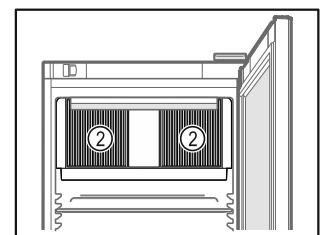

Fig. 59
- ❑ Mantenga libres las ranuras de ventilación *Fig. 59 (2)* del ventilador de aire circulante en el interior.